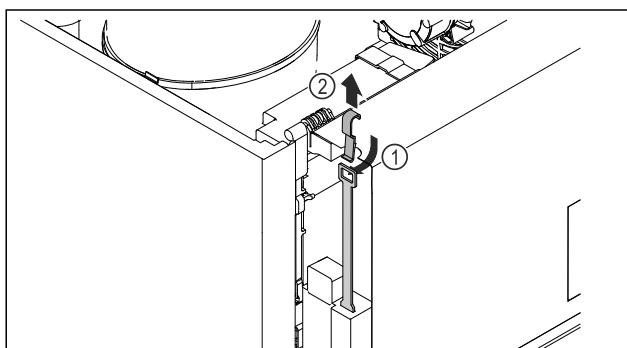

Fig. 211
- Introduzca la llave de desbloqueo de emergencia Fig. 211 (1) desde arriba, engáñchela a la cerradura y tire de ella hacia arriba Fig. 211 (2).